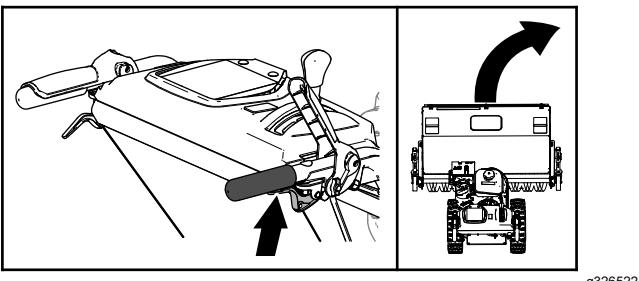

Figura 17
- Para rodar para a direita, aperte a alavanca de transmissão da tração e aperte a alavanca da embraiagem direita (Figura 17).